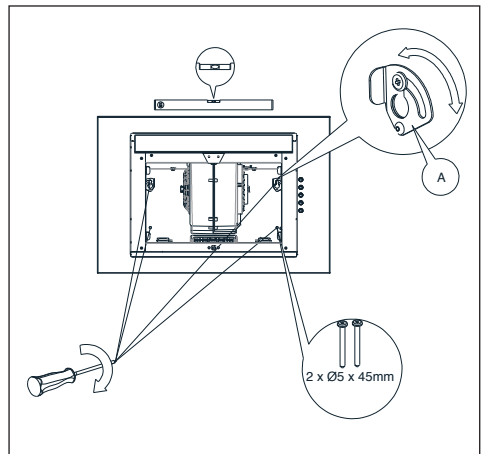

Fig. 8 Placement de la hotte
5. Placez le niveau sur le corps de la hotte. En tournant l'élément marqué A, réglez le niveau de la hotte conformément aux indications du niveau, puis serrez partiellement deux vis préalablement vissées et vissez les deux autres vis (Fig. 8).